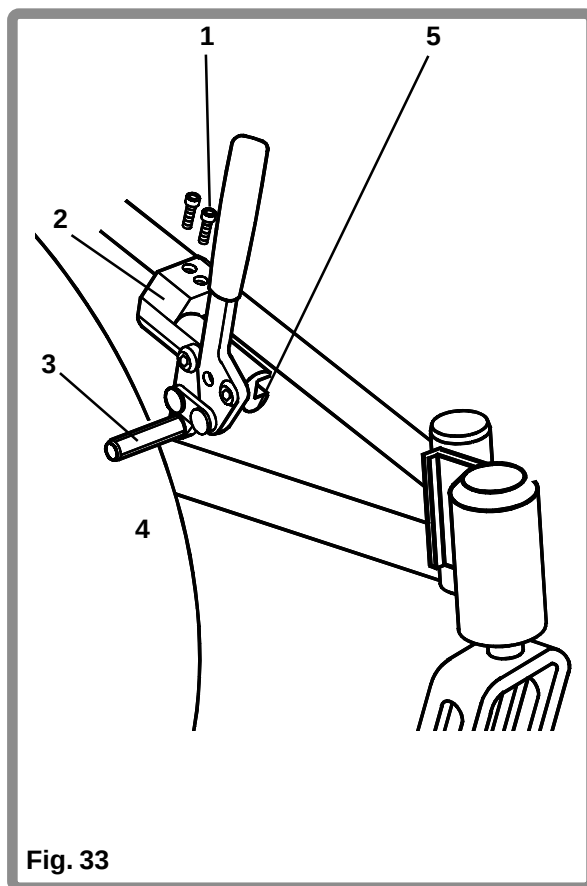

Fig. 33
Pour ajuster (Fig. 33), desserrez les vis (1) sur le haut de chaque attache (2). A l'aide d'une clé à 6 pans de 5 mm, tournez l'une des vis dans le sens contraire des aiguilles d'une montre d'un quart de tour. Répétez la même opération avec la seconde vis. Desserrez les vis jusqu'à ce que l'attache glisse librement. Faites glisser l'attache vers l'arrière de la roue jusqu'à ce que la barre de blocage (3) s'enfonce dans le pneu (4) d'une profondeur d'environ 4 mm en position verrouillée. Couplez les vis à 15 Nm. Il n'est pas toujours nécessaire de déplacer l'attache pour ajuster la position de verrouillage de roue. Pour ajuster, desserrez les deux vis comme ci-dessus. Faites glisser la barre de montage (5) vers l'avant ou l'arrière et faites-la pivoter jusqu'à l'angle désiré. La barre de blocage doit s'enfoncer dans le pneu de 4 mm environ en position verrouillée. Couplez les vis à 15 Nm.